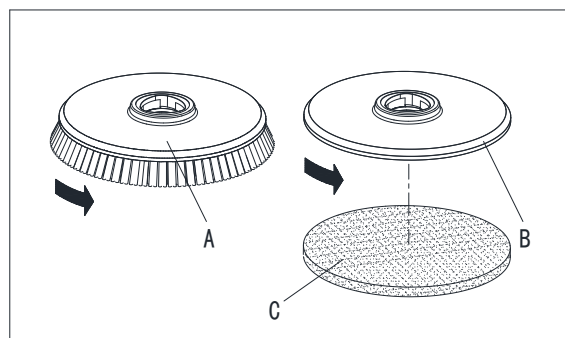

Figura 4
Installare le spazzole (A, Figura 4) o i porta cuscinetti (B e C, Figura 4) a seconda del tipo di pavimento da pulire.
1. Inserire la chiave di accensione (54) e ruotarla su "O".
2. Sollevare la piattaforma premendo il pedale (10).
3. Se equipaggiato, ruotare il regolatore di velocità (56) in folle ruotandolo in senso anti-orario.
4. Collocare le spazzole (A, Figura 4) o il porta-cuscinetti (B) sotto la piattaforma (21).
5. Abbassare la piattaforma su spazzole/porta-cuscinetti premendo il pedale (10).
6. Ruotare la chiave di accensione (54) su "I".
7. Premere l'interruttore del sistema spazzole/porta-cuscinetti e di aspirazione (60).
8. Premere un interruttore di Spazzole/Marcia avanti (50) per agganciare il porta-cuscinetti, quindi rilasciarlo. Se necessario, ripetere la procedura finché spazzole/porta-cuscinetti non vengono agganciati.